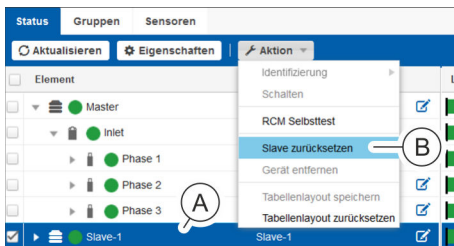

Abb. 100: Menü "Status" – Registerkarte "Status"
2. ➔ In der Registerkarte "Status" die gewünschte Slave-PDU auswählen (Abb. 100/Ⓐ).
3. ➔ Über den Menüpunkt „Aktion ➔ Slave zurücksetzen“ (Abb. 100/Ⓑ) die ausgewählte Slave-PDU zurücksetzen.